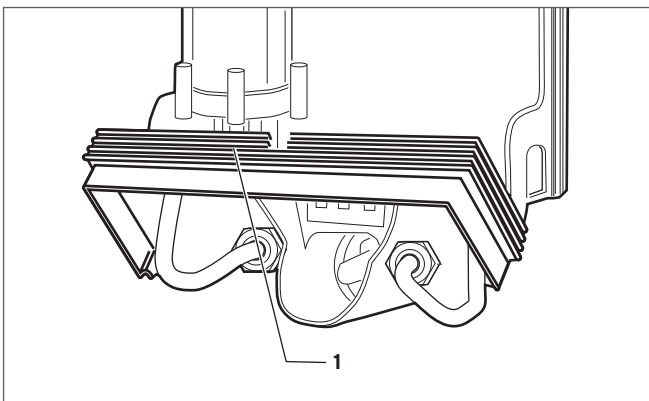

Abb. 4.10 Klapprahmen des Gerätes
- Um die Montage des Wasseranschlusses zu vereinfachen, kann der untere Teil des Geräte Rahmens nach oben geklappt werden (siehe (1) in Abb. 4.10). Nach der Installation des Anschlusses müssen Sie den unteren Teil des Geräte Rahmens zurückklappen, bis dieser eingerastet ist. **Der Klapprahmen darf nicht entfernt werden.**